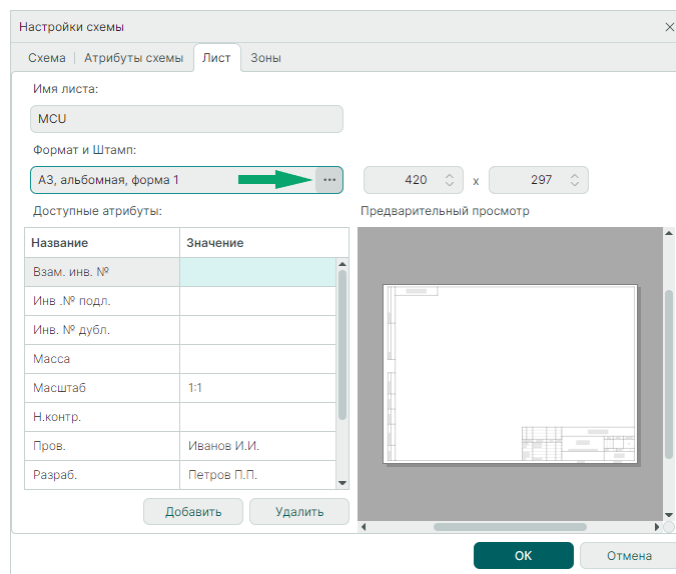

Рис. 17 Вызов окна «Формат и штамп»
4. Вызовите окно «Формат и штамп», нажав на символ «...» в поле «Формат и штамп», см. Рис. 17.